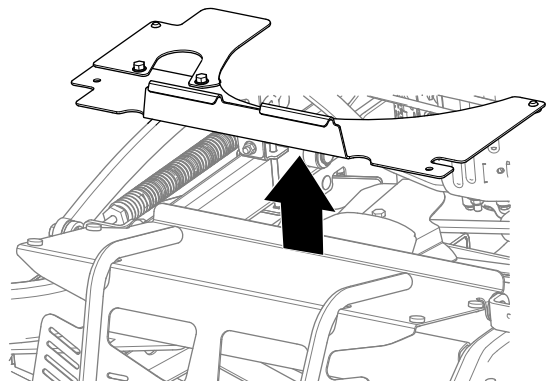

Figura 36
- Bullone – 5/16" x 1" (2)
3. Rimuovete il dado esagonale (5/16") e il dado (5/16") che fissano la prolunga della protezione ai bulloni a testa tonda (Figura 36). Rimuovete la prolunga della protezione.